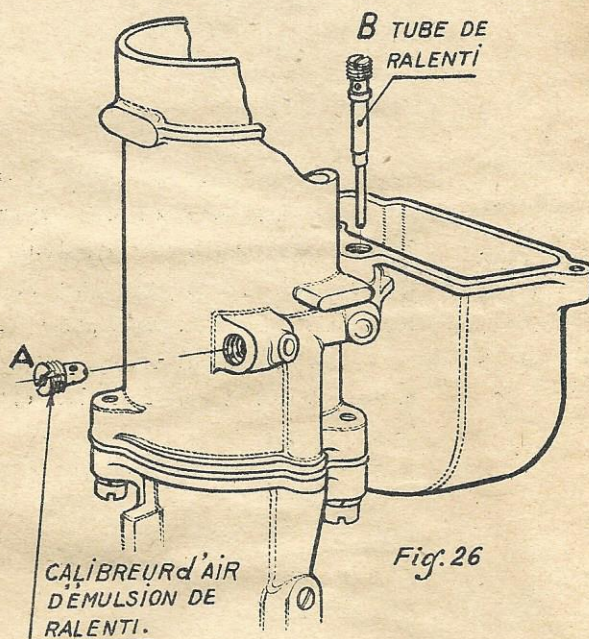

Fig. 26
- 1° — Remplacer le tube gicleur de ralenti normal par le nouveau tube gicleur de ralenti de 65, mais émulsionné à 100, Réf. 61484 (fig. 26)
- 2° — Changer le calibre d'air d'émulsion de ralenti de 220, Réf. 15477, par un calibre percé à 175 (Fig. 26)